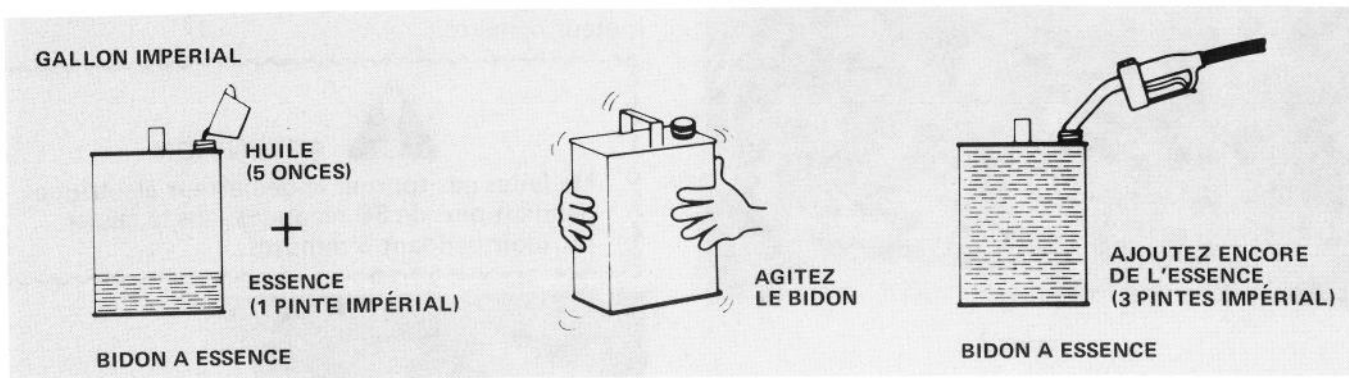

Figure 7B
1. Versez 1 pinte Impérial d'essence au plomb ORDINAIRE dans un bidon à essence (Fig. 7B).
2. Versez 5 onces Imp. d'huile pour moteur à deux temps dans le bidon à essence (Fig. 7B). N'UTILISEZ PAS d'huile multigrade.
3. Agitez vigoureusement le bidon d'essence pour bien mélanger l'huile et l'essence (Fig. 7B). N'oubliez pas de mettre le bouchon sur le bidon d'essence avant de l'agiter.
4. Versez 3 autres pintes Impériaux d'essence dans le bidon (Fig. 7B).